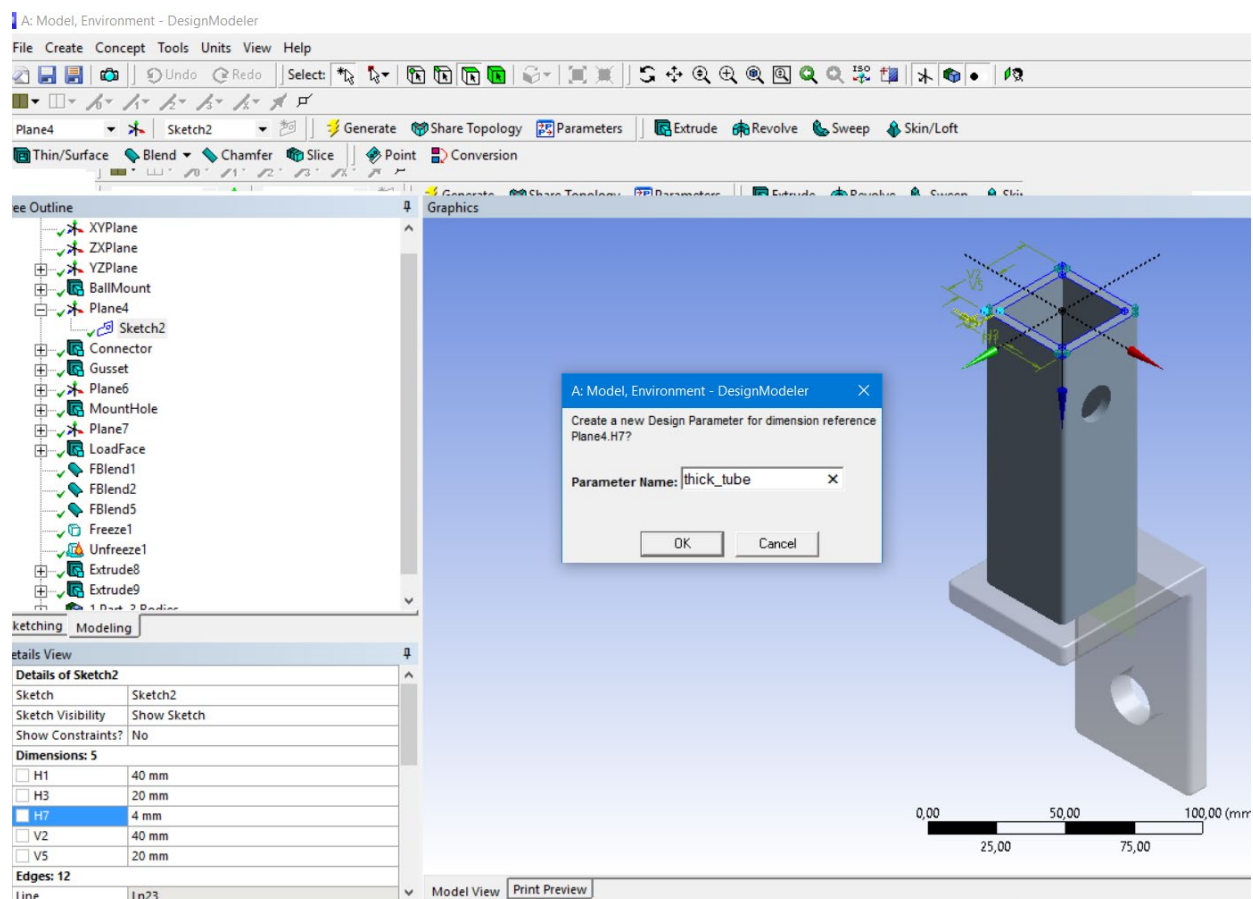

Рисунок 25 – Задание параметра thick_tube
5. В окне Tree Outline выбираем Plane4. В Plane4 выбираем Sketch2, в разделе Dimensions, как и в пунктах 2–3, устанавливаем флажок на H7 (name – horiz_ds) и V7 (name – thick_tube) (рисунок 25). Закрываем DesignModeler.